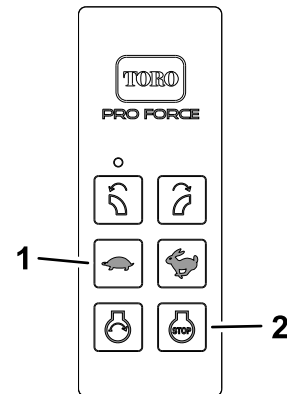

Figura 20
1. Pulse el botón REDUCIR LA VELOCIDAD DEL MOTOR (Figura 20) del control remoto para reducir la velocidad del motor (aproximadamente $\frac{3}{4}$ de la velocidad máxima).
2. Pulse el botón PARADA DEL MOTOR (Figura 20).